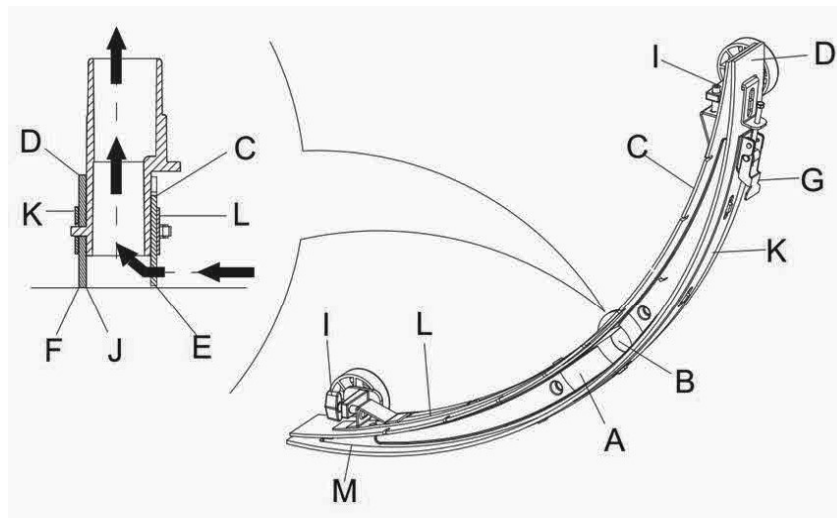

Рисунок 15
2. Переверните кнопку питания (41) в положение "0", чтобы отключить машину.
3. Открутите барашек фиксации (16) водосборного скребка; снимите фиттинг вакуумной трубки и снимите водосборный скребок.
4. Поднимите несущую раму водосборного скребка с помощью рычага подъема водосборного скребка (14).
5. Почистите водосборный скребок (**Рисунок 15**). Особенно тщательно почистите пазы (**А**, **Рисунок 15**) и удалите грязь и посторонние фрагменты из вакуумной трубки. Убедитесь, что передняя (С) и задняя водосборная резинка скребка (D) не повреждены и что на них отсутствуют трещины, а на краях - сколы. В случае необходимости замените (см. процедуру в следующем разделе).
1. Почистите водосборный скребок, следуя процедуре, описанной в предыдущем разделе (**Рисунок 15**).
2. Проверьте край передней водосборной резинки скребка (E, **Рисунок 15**) и край (F) задней водосборной резинки скребка (D). Они должны быть на одном уровне по всей длине. В противном случае, отрегулируйте высоту с помощью следующей процедуры:
- Ослабьте зажим (G), чтобы отделить заднюю водосборную резинку (D) от кронштейна (M) для регулировки положения водосборного скребка. После регулировки снова зафиксируйте зажим.
- Ослабьте винт на рукоятке (I), чтобы отрегулировать переднюю водосборную резинку скребка (C); после регулировки затяните винт на рукоятке.
3. Проверьте переднюю (C) и заднюю водосборную резинки скребка (D) на предмет целостности и наличия трещин и сколов на краях. В случае необходимости замените их, следуя следующим процедурам. Проверьте передний край задней водосборной резинки скребка (J) на предмет износа. В случае износа его можно перевернуть (верхний край не должен быть поврежден). Если верхний край также изношен, замените его в соответствии с приведенной ниже процедурой:
- Ослабьте зажим (G), чтобы отделить давящую водосборную резинку от кронштейна (M), снимите зажим (K), затем замените или переверните резинку (D). Установите заднюю водосборную резинку в порядке, обратном порядку снятия.
- Ослабьте винт на рукоятке (I) и снимите передний зажим (L), затем замените переднюю водосборную резинку (C).